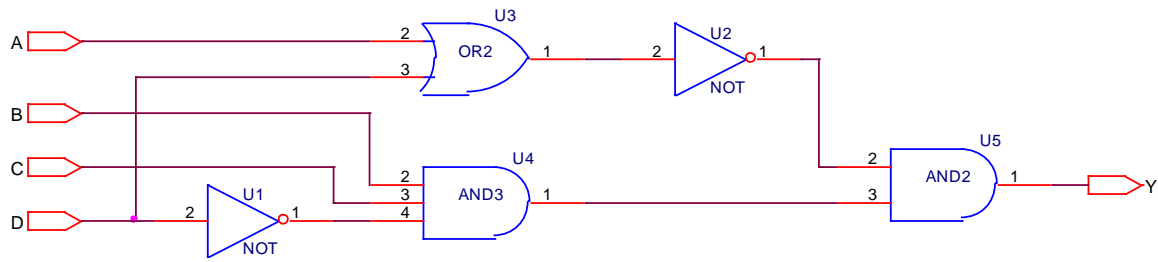

图 3、习题 4 电路原理图
2.4、设计一个 Verilog 模块，描述如图 3 所示的电路原理图表示的电路。并设计一个测试平台，对电路进行仿真。